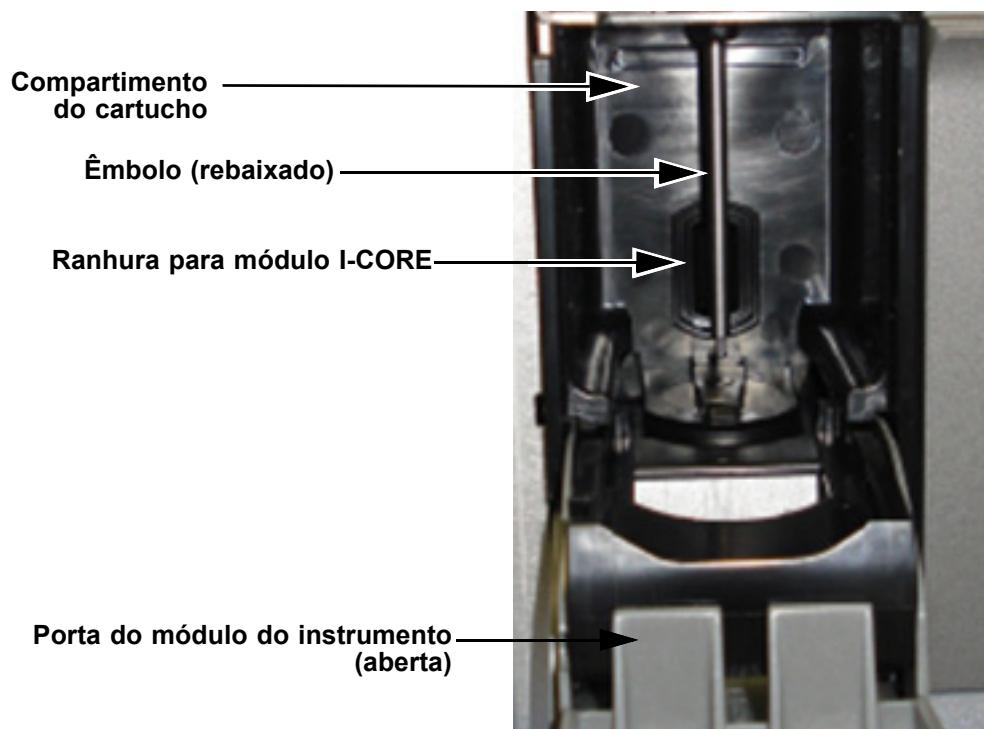

Figura 9-5. Haste do êmbolo rebaixada no compartimento do cartucho
6. Na caixa de diálogo Manutenção da haste do êmbolo, o nome do botão **Limpar** muda para **Mover para cima** (se clicar no botão **Limpar todos**, este muda para **Subir todos**). No instrumento, a haste do êmbolo do módulo seleccionado (ou de todos os módulos se tiver clicado no botão **Limpar todos**) é rebaixada no compartimento do cartucho. Consulte a figura 9-5.
A presença de líquido no interior do módulo I-CORE pode danificar o módulo. Não toque na ranhura do módulo I-CORE, onde se encontra inserido o tubo de reacção do cartucho (consulte a figura 9-5).